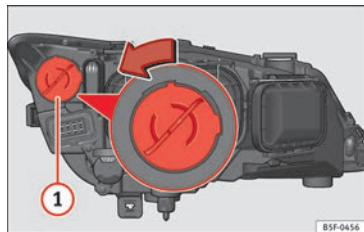

Fig. 105 Ampoule des feux de jour.
- Tournez le support d'ampoule » **fig. 105 ①** vers la gauche puis tirez.